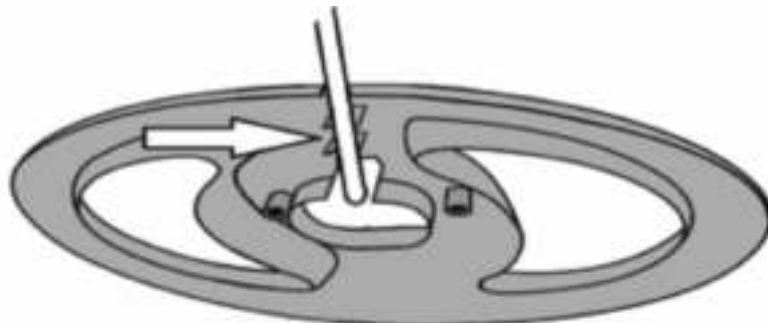

Imagen 4.
- c. Fije el cable a los clips de sujeción que se encuentran en la parte inferior del soporte. Véase la imagen 4.